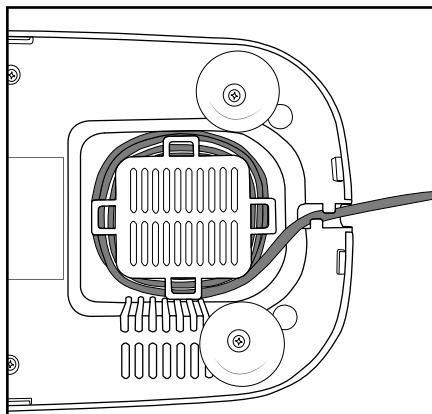

Fig. 3: enrollables
- Enrolle el cable de red **4** en el enrollacables situado en la parte inferior del aparato (fig. 3):